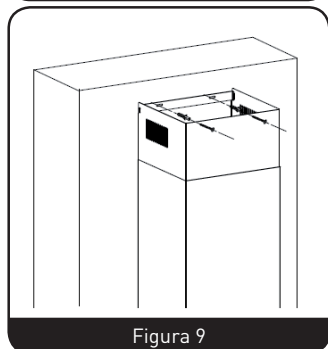

Figura 9
6. Tire hacia arriba de la chimenea decorativa superior para modificar su altura. Ajústela a la altura requerida. Marque la ubicación de los dos orificios de fijación del soporte de chimenea superior, taladre los correspondientes orificios y fije el soporte a la pared utilizando 2 espiches y 2 tornillos ST4 x 30 mm. (Figura 9)